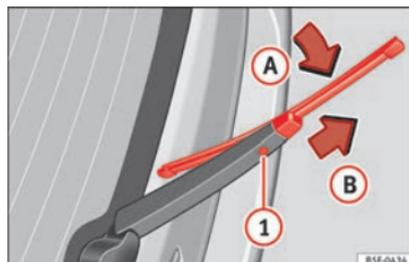

Abb. 81 Scheibenwischerblatt der Heckscheibe austauschen.
- Wischerblatt leicht drehen »» **Abb. 81** (Pfeil **A**).